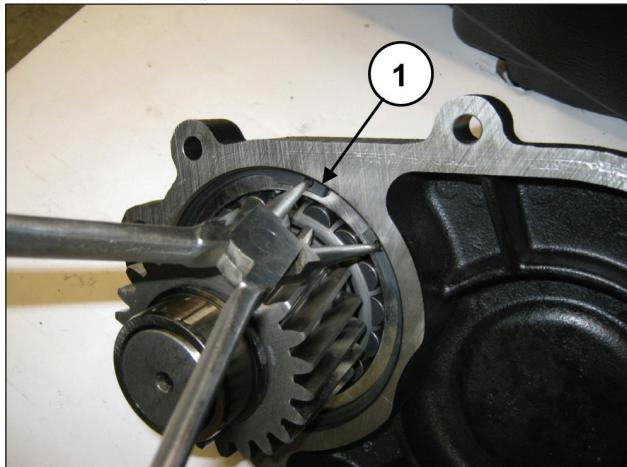

图 7
拆除开口环  $\varnothing 120$  (①·图 7)。